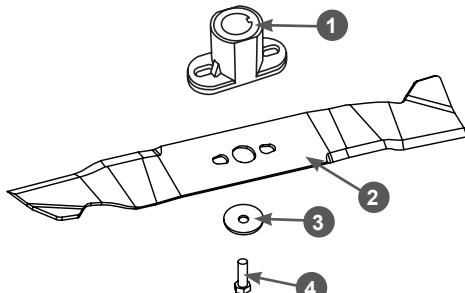

Рис. 22 Установка ножа
3. С помощью соответствующего инструмента открутите болт 4 крепления ножа, снимите шайбу 3 и нож 2 (Рис. 22).
4. Снимите с вала двигателя адаптер 1 ножа (Рис. 22).
8. Установите все детали на место в порядке, обратном снятию. Схема установки показана на Рис. 22.
9. Зафиксируйте нож от проворачивания и надёжно затяните болт 4 крепления ножа (Рис. 22).